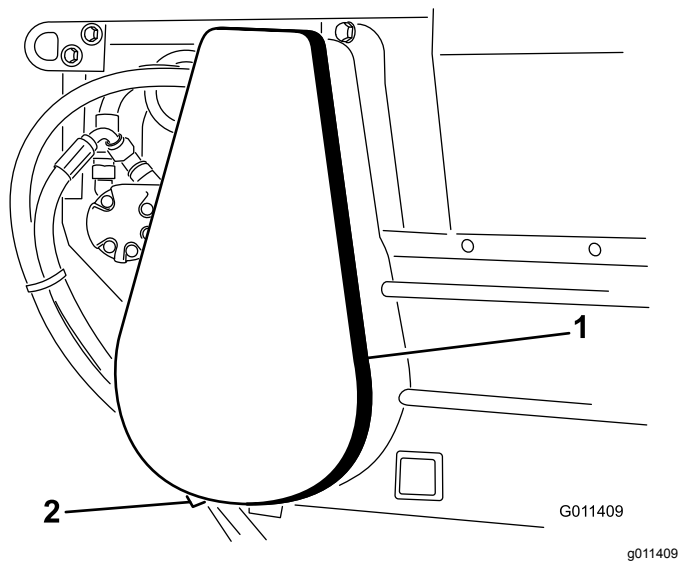

Figura 24
1. Retire la cubierta de la cadena y el espaciador (Figura 24).